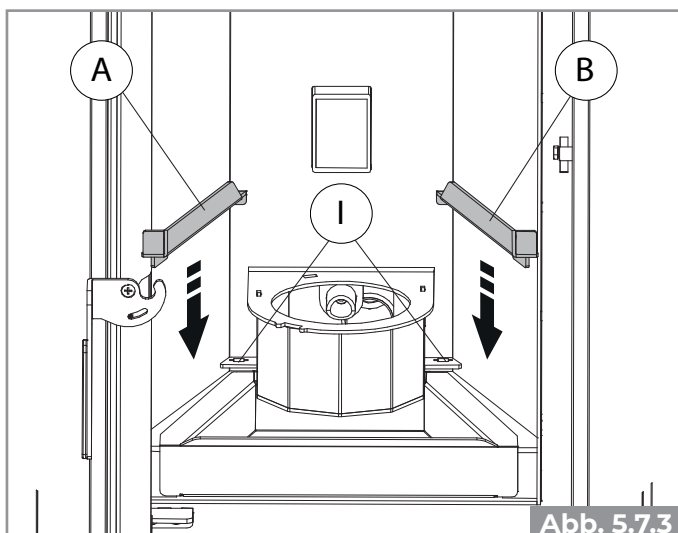
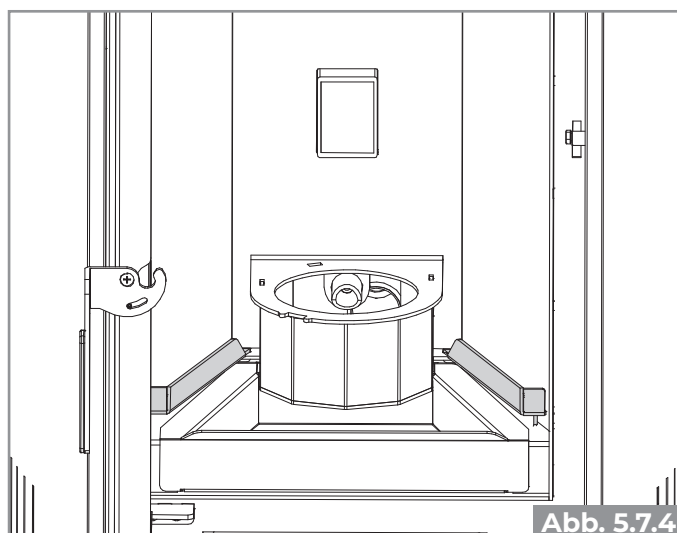

Abb. 5.7.3
Abb. 5.7.4
- Setzen Sie die beiden Halterungen A und B ein und achten Sie dabei darauf, dass die beiden Blätter am hinteren Teil der Halterungen in die entsprechenden Schlitze in der Brennkammer eingesetzt werden (**Abb. 5.7.3- Abb. 5.7.4**) verbinden;